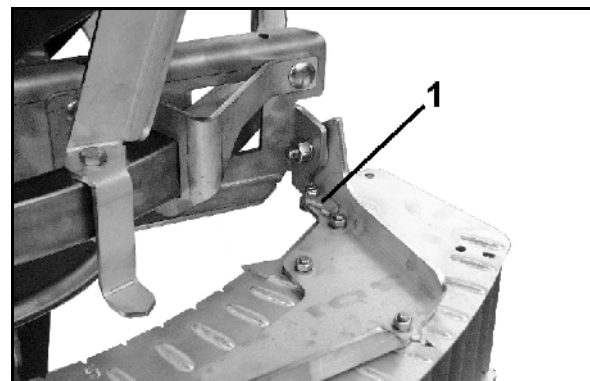

Bild 77
sker via teleskopskovlarna (Bild 77/1) enligt uppgifter i spridningstabellen och beroende på vilken gödselsort som ska användas samt avståndet mellan första körspåret och åkerkanten, enligt följande:
1. Sväng teleskopskovlarna (Bild 77/1) på spridarskivan efter lossande av respektive vingmuttrar inom området för skalan (Bild 77/2). Läs av talvärdet på avläsningskartan (Bild 77/3) och spänn åter vingmuttrarna. Verkningsätt: Sväng teleskopskoveln till ett högre talvärde på skalan:
2. Ställ in skovelns ytterdel (Bild 77/4) efter att muttrarna har lossats (Bild 77/5) på ett högre bokstavsvärde på skalan (Bild 77/6). Läs av respektive ställning för skovelytterdelen på skalans avläsningskant (Bild 77/7).